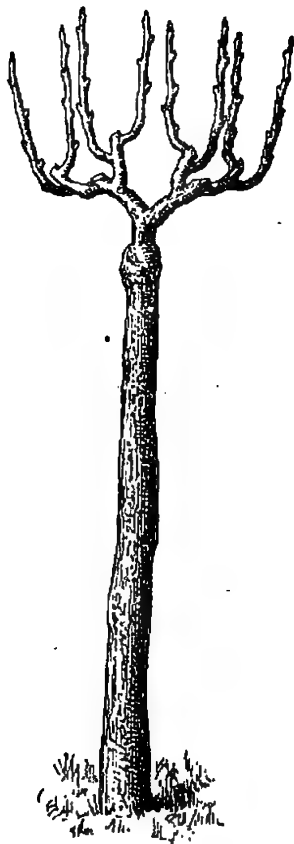

Fig. 411. — Arbre en plein vent (3e année après la greffe).
**4. Taille.** — On dit qu'un arbre pousse en *plein vent* quand ses branches, dirigées les trois premières années, croissent ensuite librement (fig. 411). Ordinairement, les arbres du jardin sont *taillés* ; ils prennent alors une forme déterminée et produisent des fruits plus savoureux.